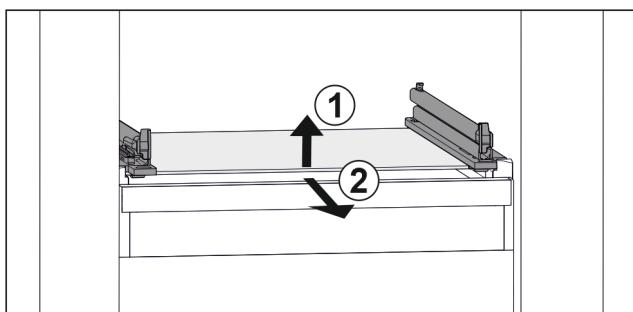

Fig. 98 Примерное отображение стеклянной пластины
- Приподнимите стеклянную пластину спереди. Fig. 98 (1)
- Извлеките стеклянную пластину движением вперед. Fig. 98 (2)